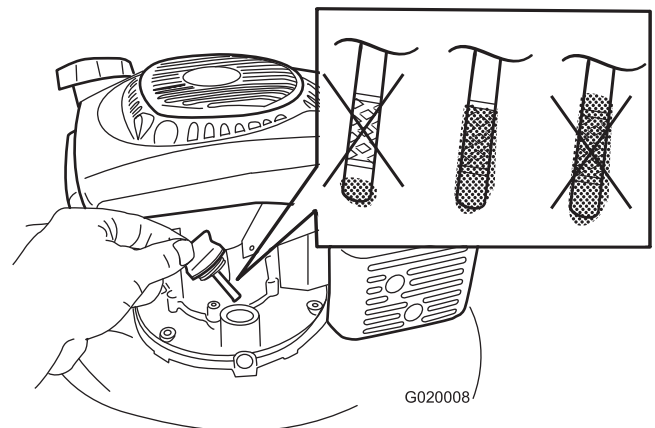

Figura 20
4. Vierta aceite **lentamente** por el tubo de llenado hasta que el nivel de aceite llegue a la marca de Lleno de la varilla (Figura 20). **No llene demasiado.** (Capacidad máxima: 0.65 L, tipo: aceite detergente 10W-30 o SAE 30, con clasificación de servicio API, SJ, o superior.)